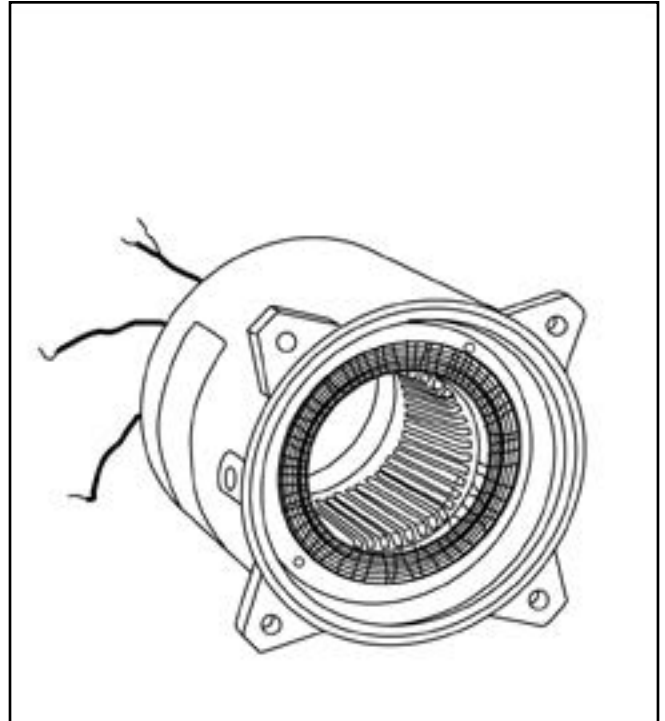

FIG. 24
11. Si es necesario reemplazar el estator del motor, use una caja nueva con el estator prensado dentro. Tanto la caja como el estator se deben reemplazar como una unidad ya que el estator viene prensado de fábrica y no se puede reemplazar en el terreno. Fig. 24